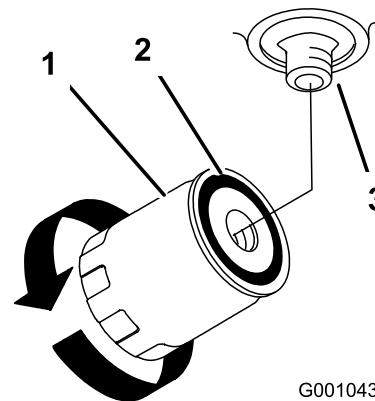

Figure 59
4. Appliquez une fine couche d'huile propre sur le joint en caoutchouc du filtre de rechange (Figure 59).
6. Remplissez le réservoir hydraulique jusqu'à ce que le liquide déborde du filtre. Tournez alors le filtre à huile dans le sens horaire jusqu'à ce que le joint en caoutchouc vienne toucher l'adaptateur du filtre. Serrez ensuite le filtre de 1/2 tour supplémentaire (Figure 59).